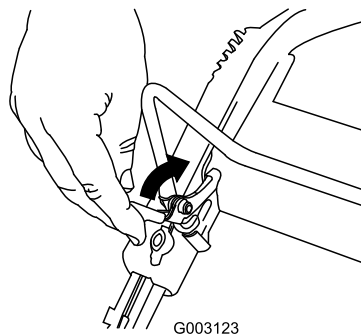

Figura 22
1. Tire hacia atrás del mecanismo de bloqueo de la barra de control (Figura 22).